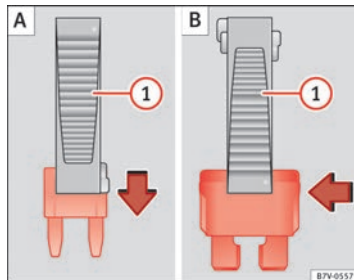

Fig. 204 Estrazione o posizionamento di un fusibile.
- In presenza di *fusibili piccoli*, inserire la pinza dall'alto ⇒ fig. 204 **(A)**.
- Sostituire il fusibile bruciato con un nuovo fusibile avente amperaggio *identico* (stesso colore e stessa incisione) e dimensioni *identiche* ⇒ ❶.